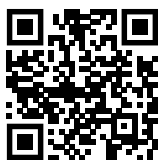

Fig. 97
- ▶ Nyissa meg a Liebherr SmartMonitoring Dashboard oldalt. (lásd Fig. 97)